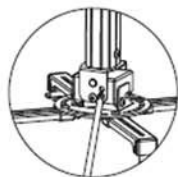

figure 13
2. Lösen Sie die Befestigungsschrauben (links und rechts) am Gelenkkopf um die seitliche Neigung zu justieren. Nutzen Sie einen Schraubendreher zur Feinjustierung des Winkels (figure 13).